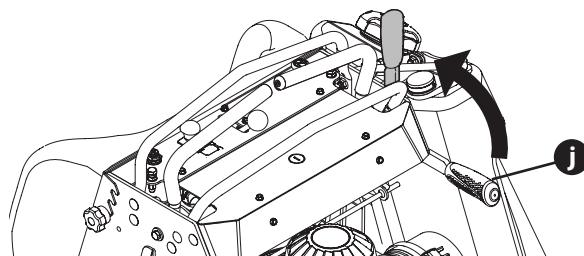

Fig. 3
6. Para aplicar el freno de mano, tire hacia atrás completamente de la palanca del freno de mano (j) (Fig. 3).